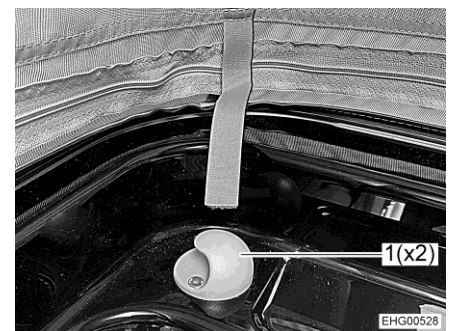

Bild 42 Hållare
- Haka fast skyddsnetet på de två hållarna (Bild 42,1).